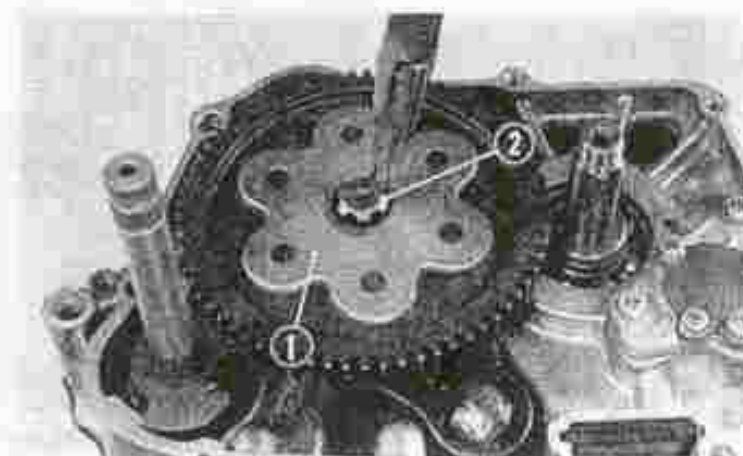

Fig. 49 ① Tussen tandwiel ② Klemring (circlip)
⑥ 6304 lager
- 4) Verwijder de koppeling met aandrijftandwiel, circlip en tussentandwiel (Fig. 49)